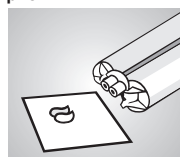

рис. 3
Инъекция материала из картриджа производится при помощи диспенсера системы Automix2 (рис. 2). После установки картриджа в диспенсер следует отвинтить заглушку картриджа. Выдавливать из картриджа небольшое количество материала до тех пор, пока он не будет выпускаться из обоих выводных отверстий картриджа равномерно (рис. 3). При установке насадки для смешивания на картридж следует обратить внимание на правильное положение направляющих насадки в пазах картриджа. Закрепить насадку на картридже вращением в обратном направлении (рис. 4). Теперь можно производить индивидуальное дозирование материала в зависимости от необходимости. После применения следует оставить насадку на картридже до следующего использования. Для смешивания материала **tempofit® premium** применяйте только насадки для смешивания голубого цвета для диспенсера 10:1!
- Каждый раз перед установкой насадки для смешивания выдавливать небольшое количество материала до тех пор, пока из обоих отверстий картриджа не будут равномерно выдавливаться базисная и катализаторная пасты (рис. 3).